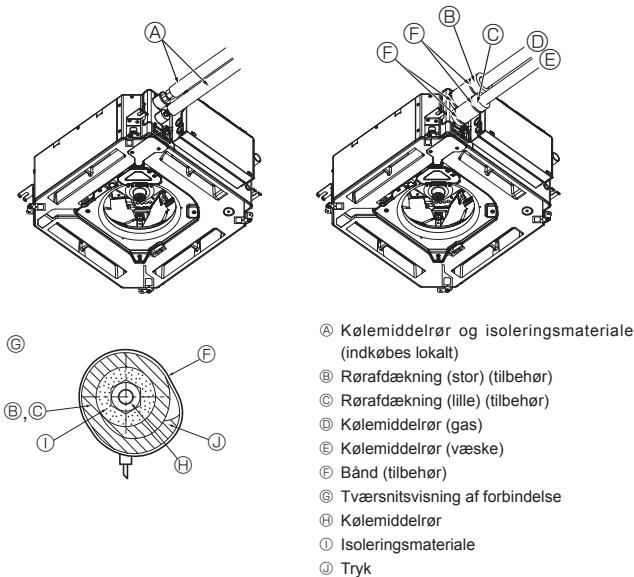

Fig. 5-8
5.4. Rørforbindelse (Fig. 5-8)